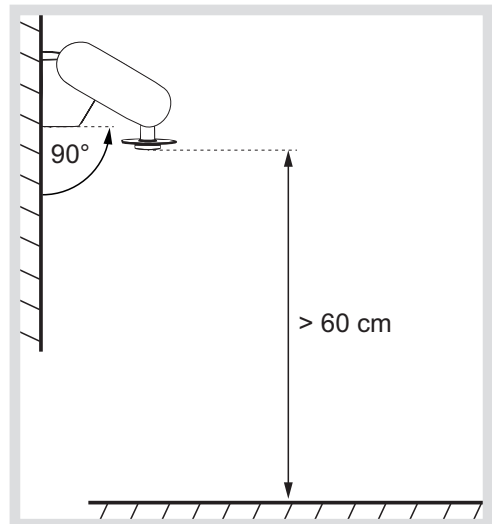
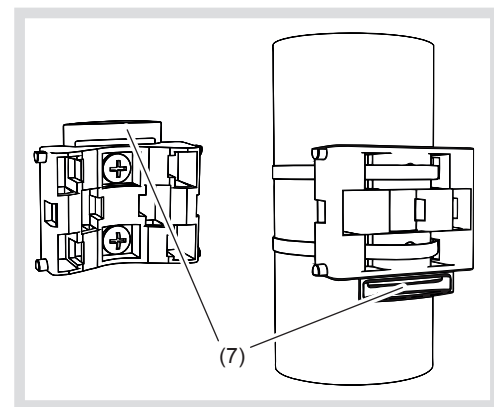

Bild 2
Bild 5: Wand- (links)/Mastbefestigung (rechts)
- Montage an einer senkrechten Wand (Bild 2) oder einem Mast (Bild 5, rechts)
- bei Wandmontage die ebene Seite auf der Wand aufliegt und der sichelförmige Steg (7) nach oben zeigt (Bild 5, links)
- bei Mastmontage die gewölbte Seite am Mast anliegt und der sichelförmige Steg (7) nach unten zeigt (Bild 5, rechts).